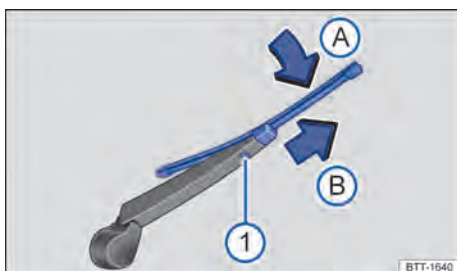

Fig. 213 Trocar a palheta dos limpadores do vidro traseiro.
- Manter o botão de destravamento pressionado → Fig. 213 ①.
- Incliná-la palheta dos limpadores do vidro na direção do braço dos limpadores do vidro traseiro → Fig. 213 (seta A) e, ao mesmo tempo, retirar no sentido da seta B. Para isso, poderá ser necessário um esforço um pouco maior.
- Introduzir a nova palheta dos limpadores dos vidros **de mesmo comprimento e versão** no braço dos limpadores dos vidros no sentido contrário ao da seta → Fig. 213 (seta B), até que ela se encaixe. Agora a palheta dos limpadores dos vidros deverá estar em posição rebatida para fora → Fig. 213 (seta A).